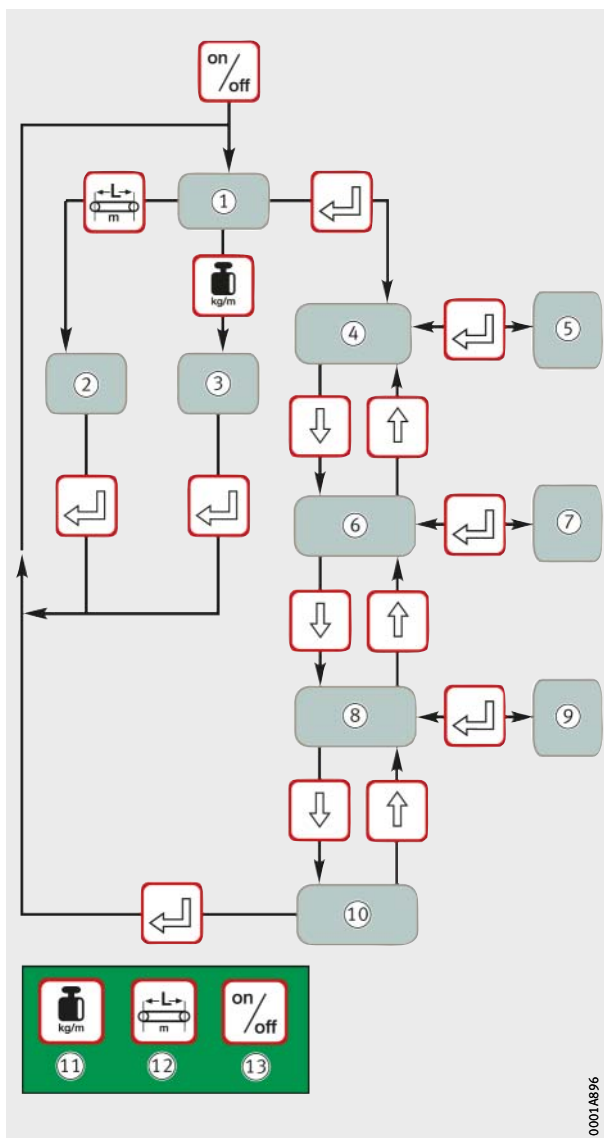

Figura 2
La struttura del menù viene illustrata nella figura 2.
- Per la visualizzazione in N, commutare l'apparecchio di misurazione in base alla *figura 2*. Immettere la massa della cinghia e la lunghezza del tratto prima dell'inizio della misurazione, secondo la *figura 2*.